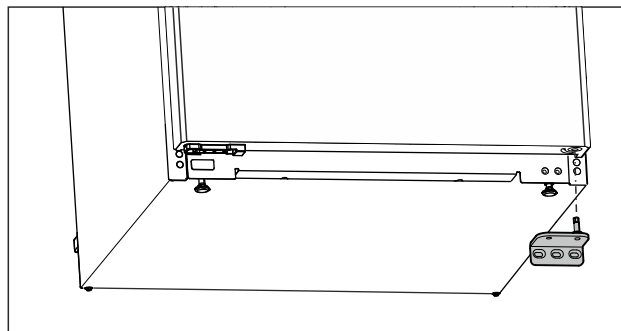

Fig. 14
- ▶ Zdjąć płytkę zawiasu w dół. (patrz Fig. 14)